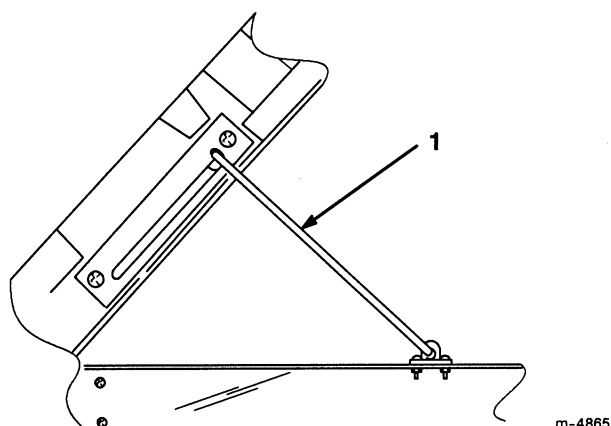

Figure 10
3. Redressez la béquille pour bloquer le plateau en position (Fig. 10).